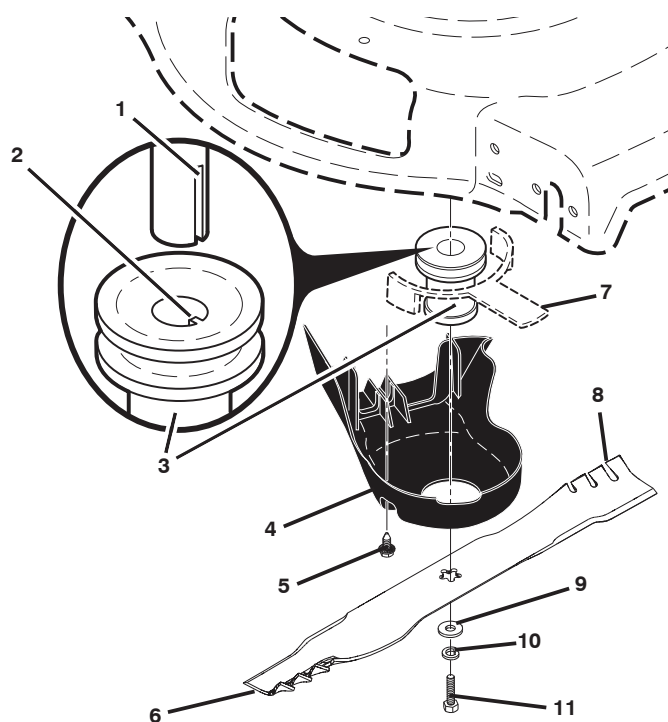

Figure 20
- Enlevez le boulon de lame en le tournant dans le sens contraire des aiguilles d'une montre (Figure 20).